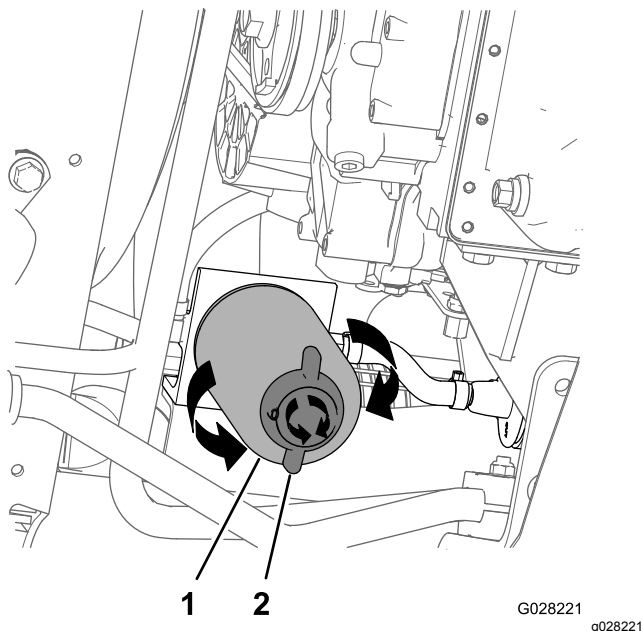

Figura 77
4. Alinhe um recipiente de escoamento debaixo do filtro do combustível; consulte Figura 77 na Substituição do filtro separador de água \(página 64\).
2. Coloque um recipiente de escoamento por baixo do filtro separador de água (Figura 77).
3. Rode a válvula de drenagem na parte inferior do recipiente do filtro separador de água no sentido contrário ao dos ponteiros do relógio (Figura 77).
4. Limpe a área em torno do recipiente do filtro separador de água e da montagem do adaptador do filtro (Figura 77).
5. Retire o filtro separador de água (Figura 77).
9. Certifique-se de que a válvula de drenagem na parte inferior do filtro separador de água é rodada no sentido dos ponteiros do relógio com firmeza (Figura 77).